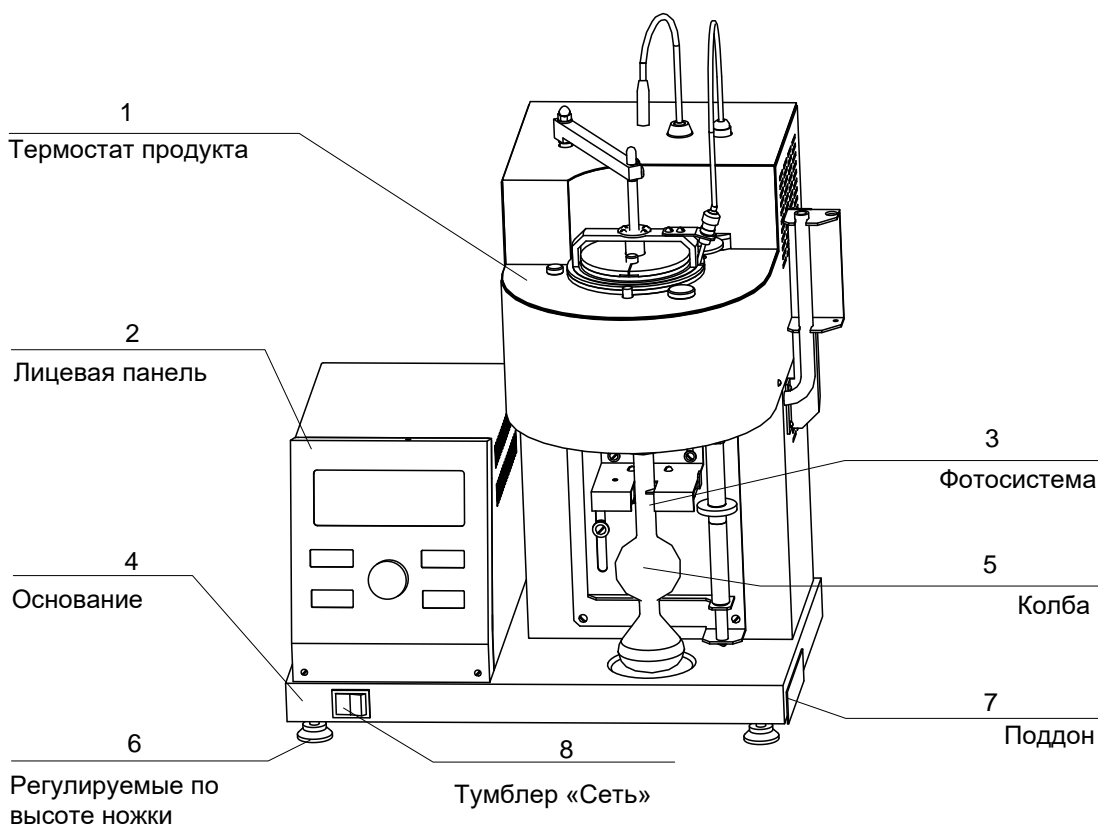
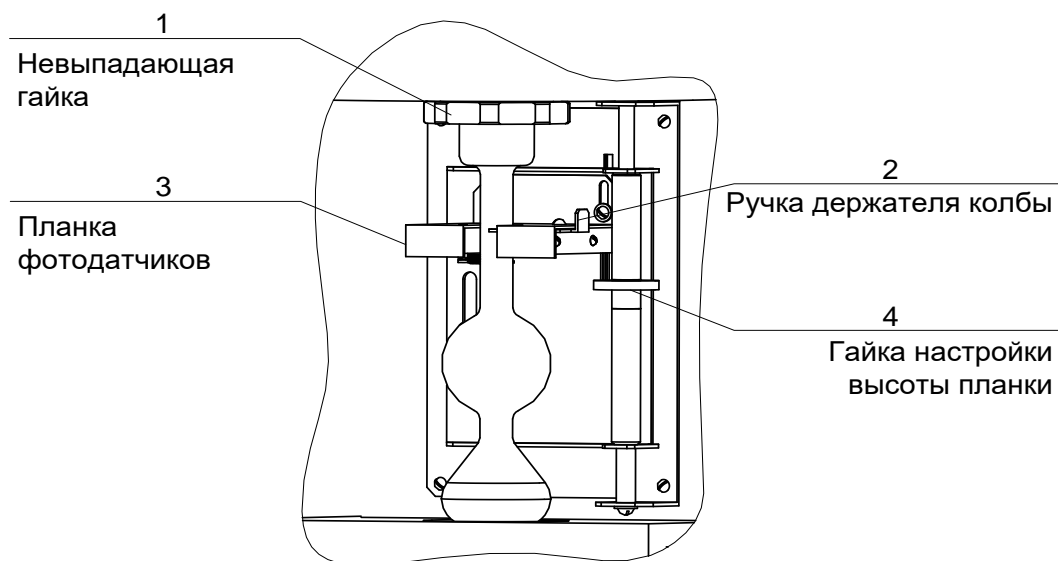
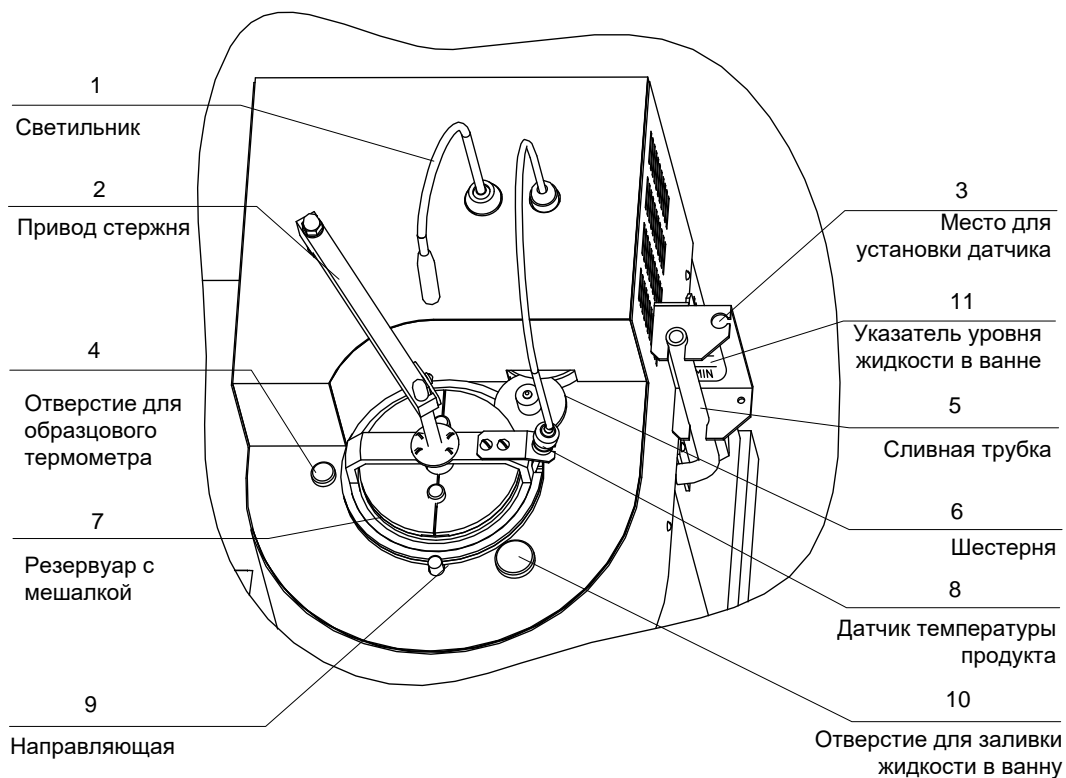
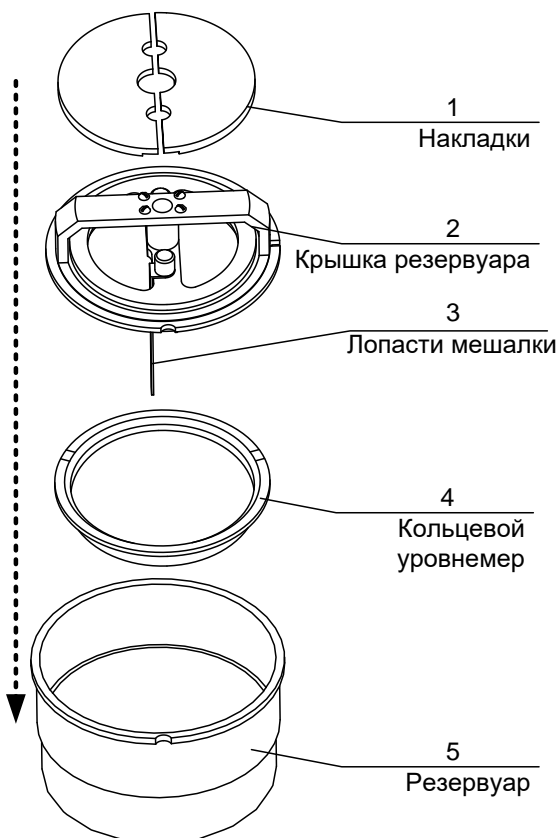

Рисунок 1 – Общий вид аппарата
Рисунок 3 – Блок фотодатчиков
Рисунок 4 – Термостат продукта
Рисунок 5 – Порядок сборки узла резервуара с мешалкой
В состав блока фотодатчиков (рисунок 3) входят: **планка фотодатчиков 3**, содержащая оптические пары для контроля уровня жидкости в колбе (рисунок 1, страница 3). При установке колбы, необходимо отвести **ручку держателя колбы 2** вправо до упора, поместить колбу в блок фотодатчиков рисккой к себе и плавно отпустить ручку. **Гайка настройки высоты планки 4** служит для настройки срабатывания фотосистемы при определённом уровне жидкости в колбе (используется в процедуре калибровки по колбе).
В состав термостата продукта входят: ванна, оборудованная **отверстием для заливки жидкости 10**, **сливной трубкой 5**, **отверстием для образцового термометра 4** и **резервуар с мешалкой 7**. **Направляющая 9** служит для обеспечения однозначности установки резервуара. **Шестерня 6** передаёт вращение от привода мешалки продукта к крышке резервуара. **Датчик температуры продукта 8**, показанный на рисунке в рабочем положении аппарата, при извлечении резервуара устанавливается в **место установки 3**. **Привод стержня 2** поднимает и опускает стержень. **Указатель 11** позволяет контролировать уровень жидкости в ванне (рисунок 4).
- место установки аппарата должно исключать попадание прямых солнечных лучей на фотосистему (рисунок 1, страница 3);
3.3.2 Установить в термостат продукта (рисунок 1, страница 3) резервуар (рисунок 5, страница 5) таким образом, чтобы направляющая (рисунок 4, страница 5) вошла в паз резервуара.
3.3.3 Закрепить резервуар в ванне при помощи невыпадающей гайки (рисунок 3, страница 4), вращая её против часовой стрелки.
3.3.4 Установить в резервуар кольцевой уровнемер (рисунок 5, страница 5).
3.3.5 Не устанавливая крышки на резервуар, установить стержень, закрепив его в приводе стержня (рисунок 4, страница 5).